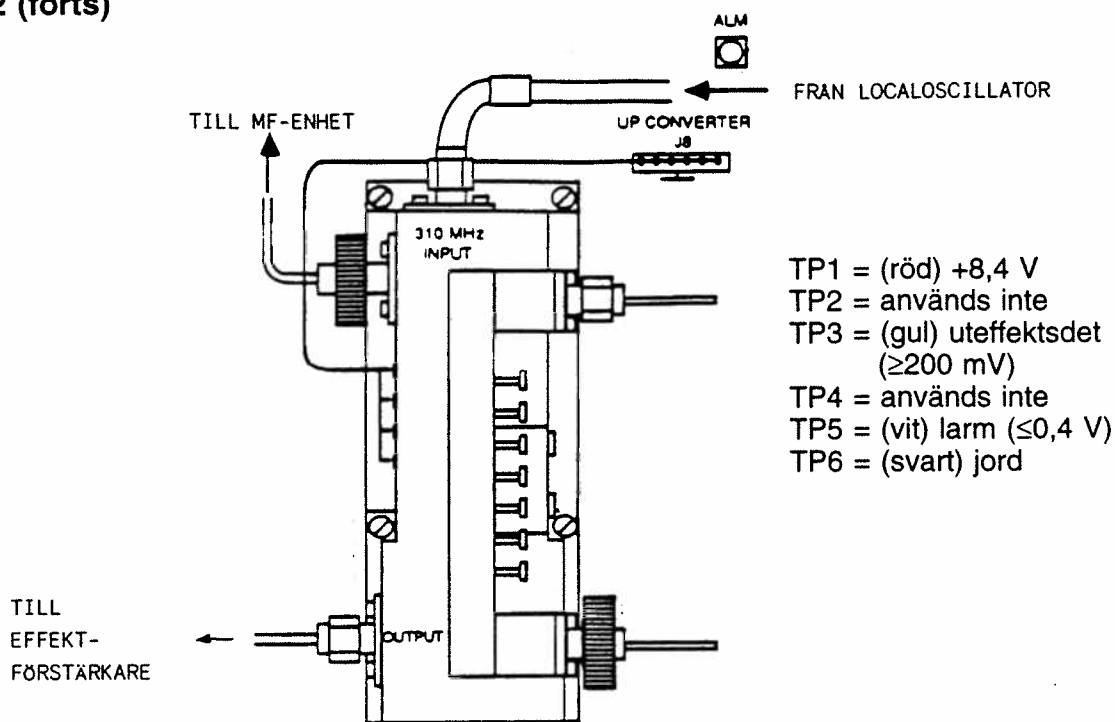

Bild 7. Blandare 2
- 5.2.13.13 **Blandare 2** (F3756-000006, DMC-131-110135-001), se bild 7. Koppla upp och kontrollera utrustningen enligt avsnitten 5.2.7 och 5.2.8.
- 5.3.3.1 Anslut en voltmeter till TP1 (röd tråd) och TP6 (svart tråd) på blandare 2 (se avsnitt 5.2.14, bild 7).